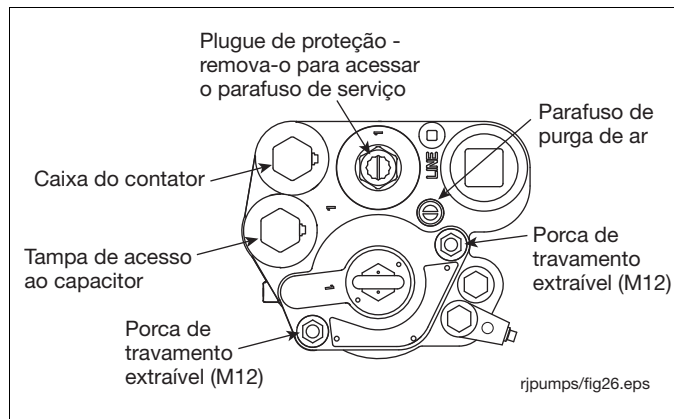

Figura 50. Porcas de travamento extraíveis
2. Remova as duas porcas de travamento extraíveis (consulte a Figura 50). As molas dos parafusos prisioneiros de travamento entre o flange da unidade extraível e o manifold a empurrarão a unidade extraível para cima, rompendo as vedações.
20. Gire o parafuso de purga de ar de 2 a 3 voltas no sentido anti-horário (consulte a Figura 50).